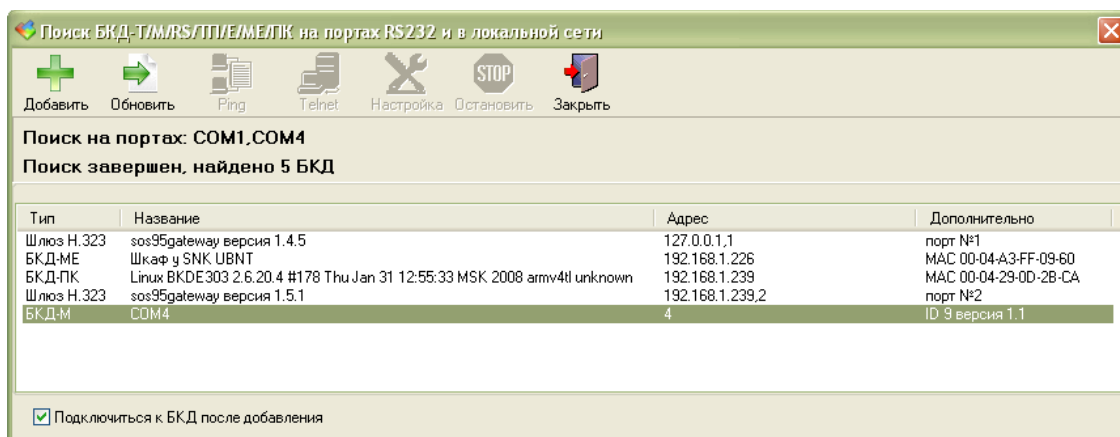

Рисунок 8 - Список найденных мастер-устройств
3) В программе RASOS выбрать режим работы БКД-М. Выполнить поиск мастер-устройств (рисунок 8). Подключиться к найденному USB-RM (виртуальному БКД-М) командой «Добавить».